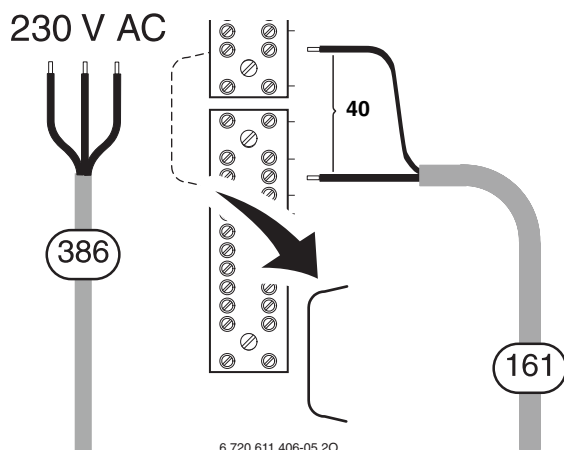

Fig. 20 Collegamento sulla caldaia – Rimuovere il ponticello!
- Collegare il cavo in base a Fig. 20 (rimuovere il ponticello).